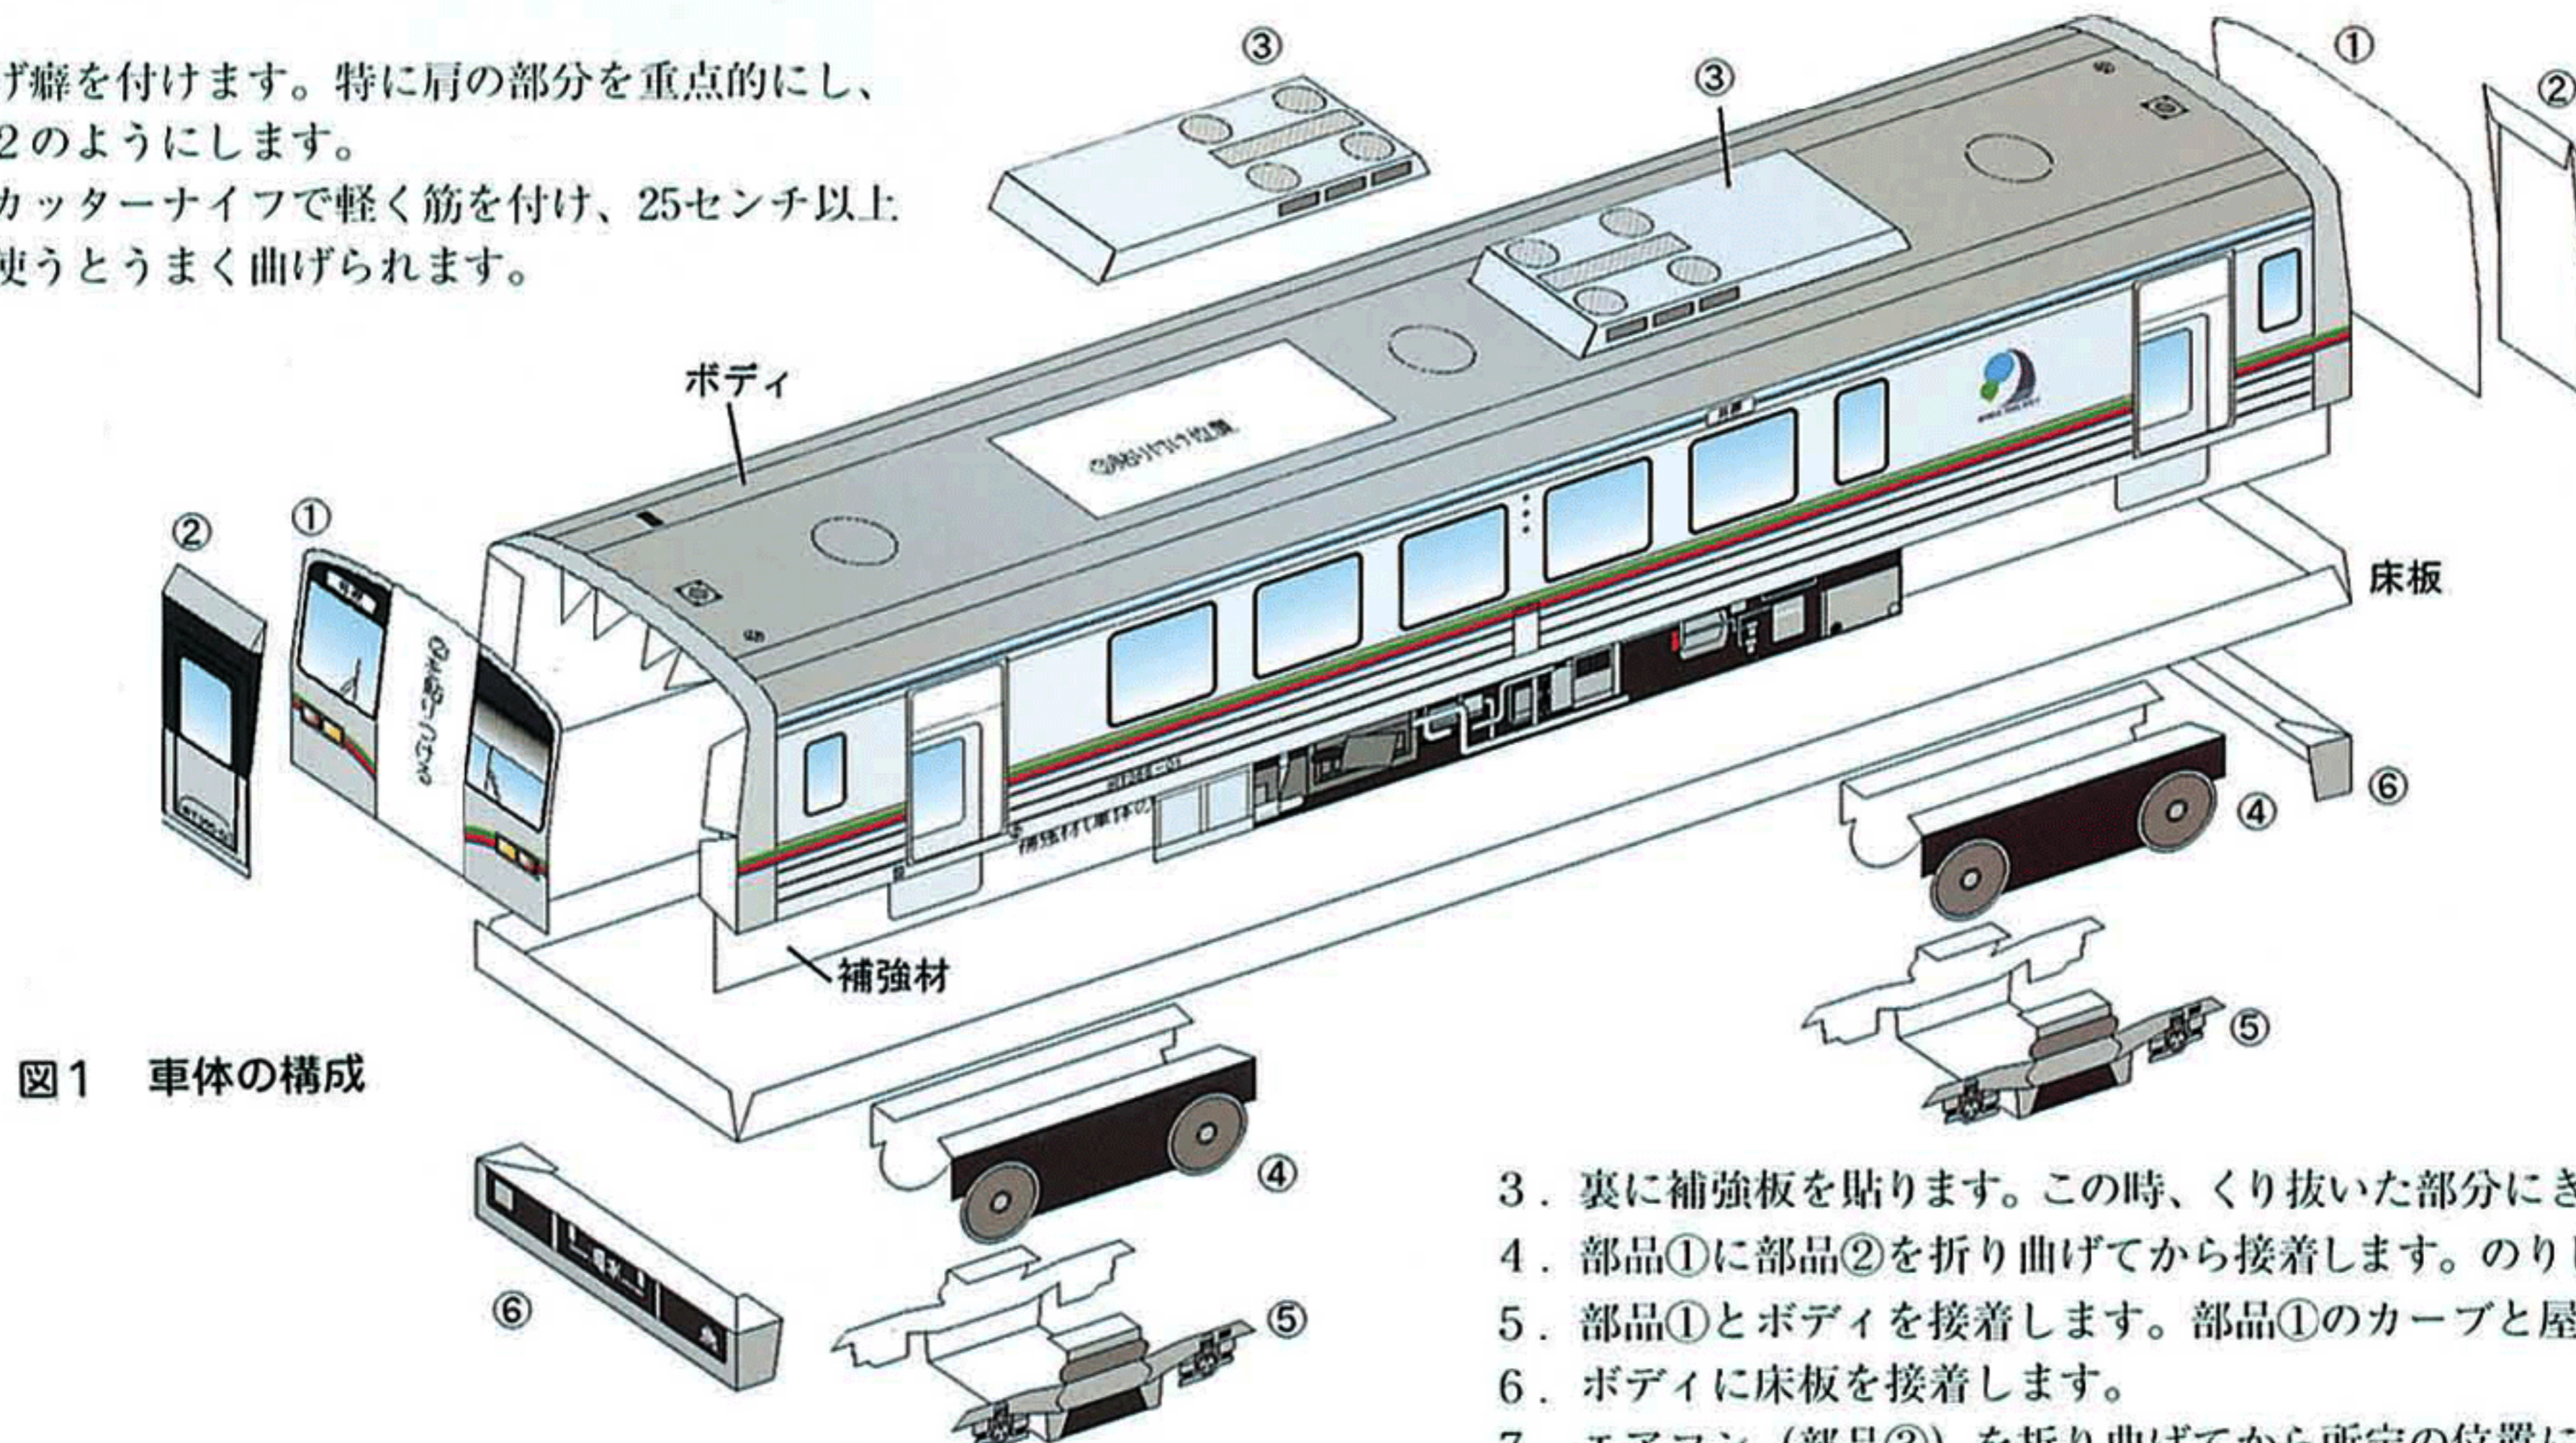

図1 車体の構成
4. 部品①に部品②を折り曲げてから接着します。のりしろは裏に折り込みます。
5. 部品①とボディを接着します。部品①のカーブと屋根のカーブを合わせます。
7. エアコン(部品③)を折り曲げてから所定の位置に接着します。エアコンの配置に注意してください(図1)。
8. 排障器(部品⑥)を折り曲げて床板に接着します。
9. 車輪(部品④)と台車枠(部品⑤)を接着します。